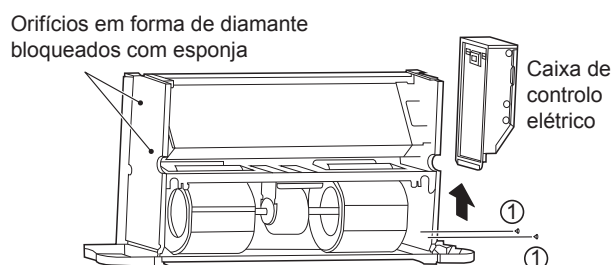

Figura 5-19 Remoção da caixa de controlo eléctrico e bloqueio dos orifícios em forma de diamante
Como mostrado na Figura 5-19, remova os parafusos ① *2 para retirar a caixa elétrica.
Como mostrado na Figura 5-19, bloqueie os orifícios em forma de diamante na placa lateral (a placa sem os tubos de entrada e de saída) com esponja.